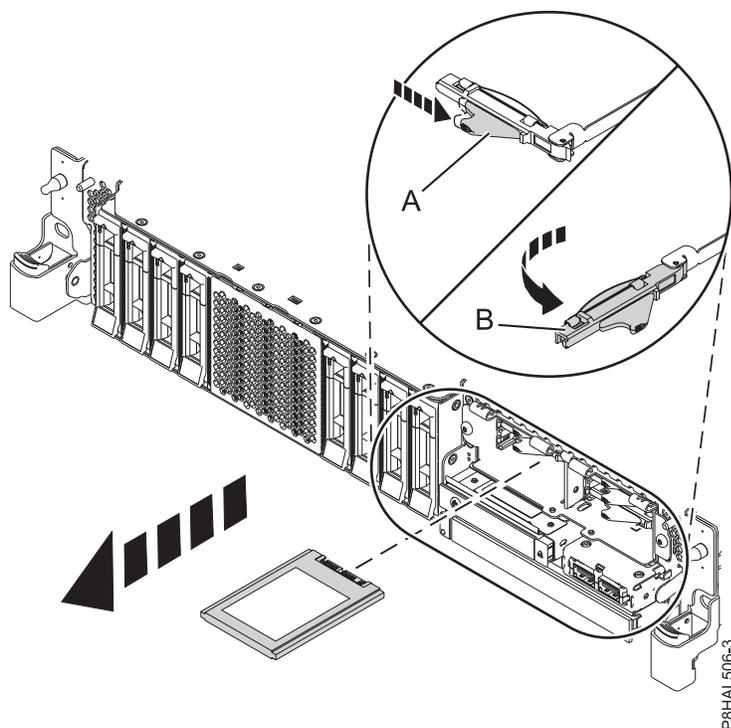

Figure 53. Retrait d'une unité SSD d'un système à fonction étendue
12. Lorsque le voyant d'identification s'allume et reste fixe, déverrouillez la poignée de la baie d'unité (**B**) en appuyant sur le loquet de la poignée (**A**) dans la direction indiquée et en tirant la poignée de la baie d'unité (**B**) vers vous. Voir : figure 53, à la page 55. Si la poignée n'est pas complètement sortie, vous ne pouvez pas retirer l'unité SSD du système.